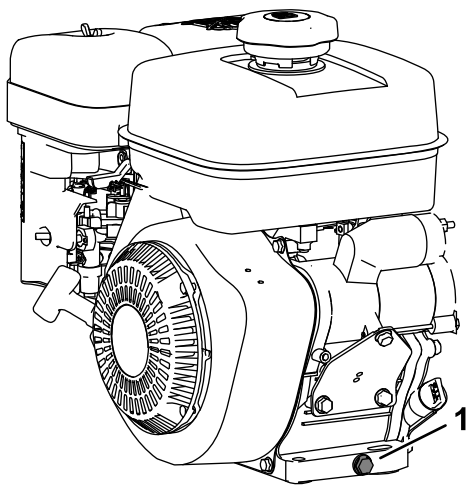

Figura 15
4. Retire a vareta do tubo de enchimento e observe o nível do óleo na vareta (Figura 15).